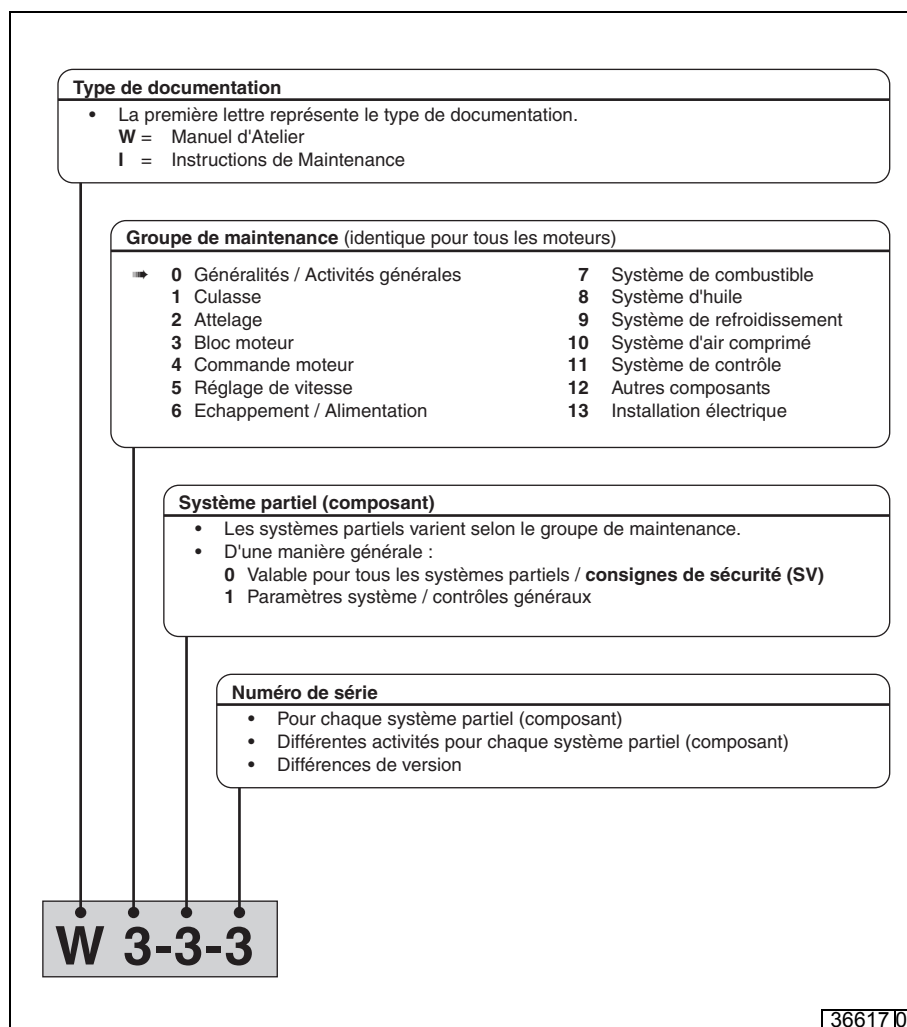

Fig. 1 Numérotation des cartes de travail
- Pour plus de détails sur la numérotation des cartes de travail, se référer à la Fig. 1.